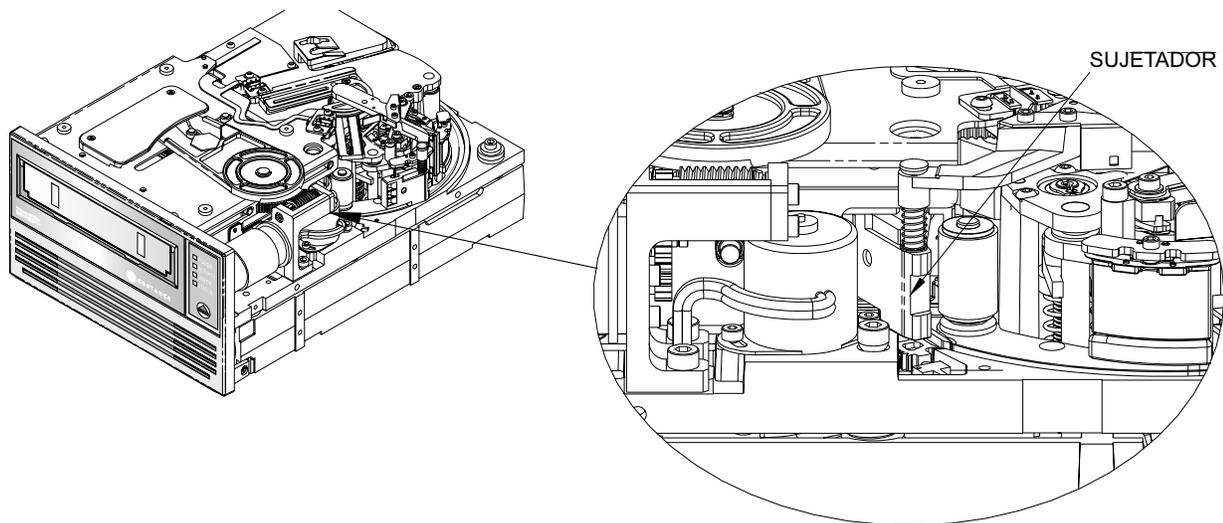

Figura 26. Unidades LTO-1 y LTO-2 mostrando el sujetador de la cinta cerca del cartucho
9. Empuje cuidadosamente el sujetador hacia el cartucho, como se muestra en la Figura 26 en la página 86.